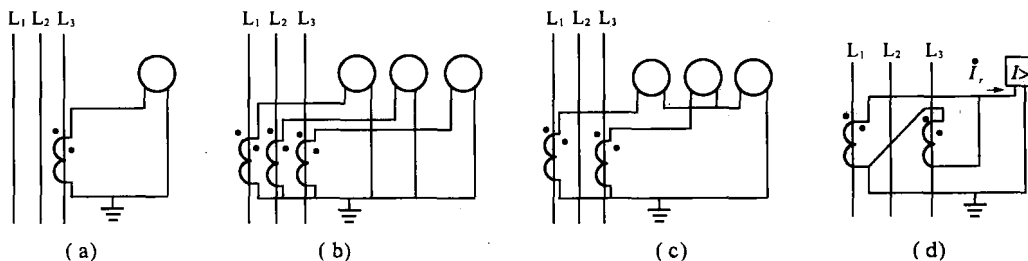

图 1-1 电流互感器与测量仪表、继电器的接线方式
(1) 单相接线。如图 1-1(a) 所示, 用于三相对称系统, 提供电流测量、过负荷保护等需要的电流信号。
(2) 三相星形接线。如图 1-1(b) 所示, 用于三相系统, 提供测量三相电流、电能、过电流保护等所需要的电流信号。
(3) 两相不完全星形接线。如图 1-1(c) 所示, 用于三相系统, 提供电流测量和电能、过电流保护等所需要的电流信号。
(4) 两相电流差接线。如图 1-1(d) 所示, 用于三相系统, 提供过电流保护所需要的电流信号。